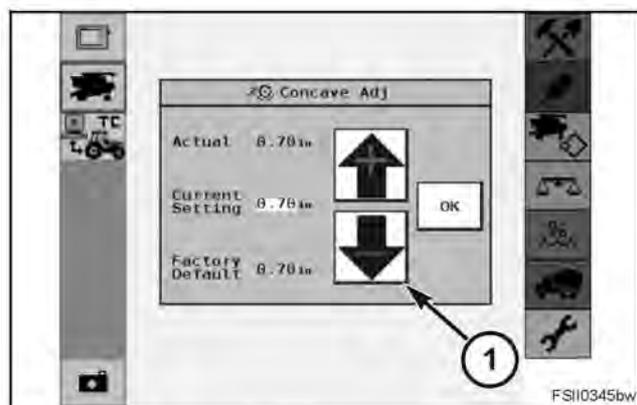

FIG. 162
FIG. 162: utilizando la pantalla de separación del cóncavo en la consola II terminal GTA, elevar por completo el cóncavo a la mínima separación (actuador totalmente retraído) presionando la parte inferior del botón (1).